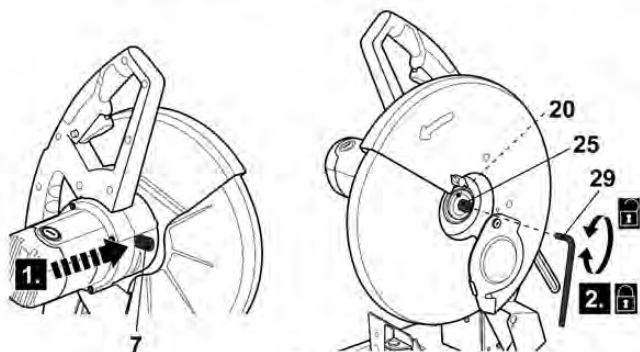

Fig. 14
- > Coloque a arruela no perno de bloqueio (25) e aperte o perno manualmente rodando-o para a direita no veio (20).
- > Pressione o botão de bloqueio do veio (7) para acoplar o seu pino num dos orifícios do flange de apoio (21), através do orifício na proteção inferior (6).
- > Aperte o perno de bloqueio (25) rodando-o para a direita no veio (20) com a chave sextavada (29) (Fig. 14). Depois, solte o botão de bloqueio do veio (7).